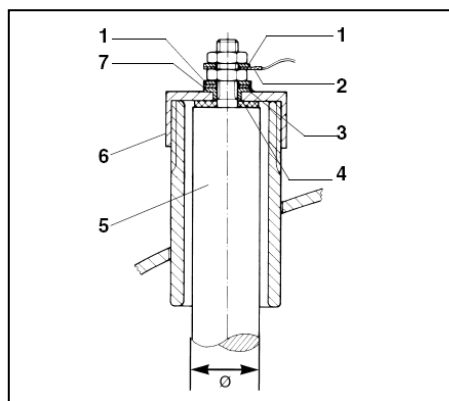

Рис. 13 Магнийевый анод-протектор*
- Проверьте анод-протектор (Рис. 13, Поз. 5).
Пояснения к Рис. 13: